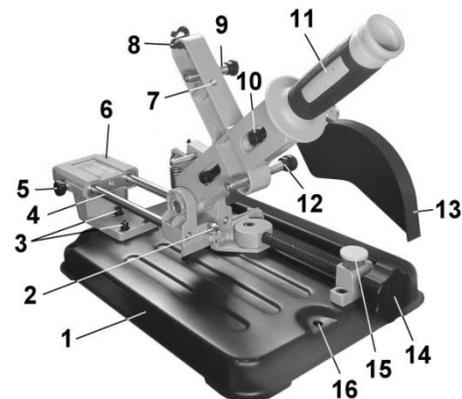

Рис. 2
4. СБОРКА СТОЙКИ ДЛЯ УШМ (Рис. 2, 3)
4.2. На кронштейне (28) установите и закрепите ручку (11), как показано на рис.2, или в отверстие (7).